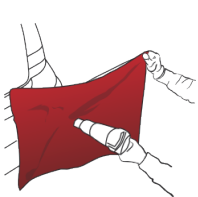
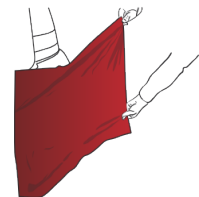
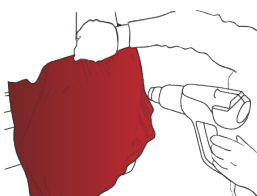

Abbildung 20
Abbildung 21
Abbildung 24
- › Folie auf 30 ° C bis 40 ° C erhitzen (Abb. 20) und so spannen, dass die konvexe Fläche vollständig bedeckt wird. (Abb. 21)
- › Danach auf 30 ° C bis 40 ° C erhitzen (Abb. 24) und den Memory-Effekt der Folie bearbeiten. Entstandene Falten werden dabei unter Anwendung der Rakel entfernt.
⚠ *Das Erwärmen der gespannten Folie (Abb. 20) (Abb. 24) muss mit größter Sorgfalt durchgeführt werden. Heißluftpistole (Handschweißbrenner) sollte so geneigt sein, dass eine größere Oberfläche erwärmt wird. Dabei muss die Heißluftpistole immer bewegt werden. Das Erhitzen einer begrenzten Folienfläche kann zu einer definitiven Beeinträchtigung führen.*